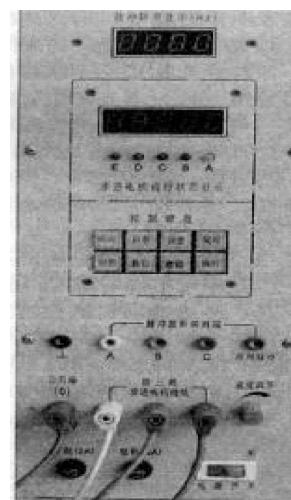

图 3-5 步进电动机控制箱
(1) 熟悉步进电动机控制箱面板控制键盘功能。步进电动机控制箱面板如图 3-5 所示,各控制键盘功能如下所述。
① 设置键: 用于手动单步运行方式和连续运行方式的选择。
② 拍数键: 用于单三拍、双三拍、三相六拍等运行方式的选择。
③ 相数键: 用于电动机相数(三相、四相、五相)的选择。
④ 转向键: 用于电动机正、反转选择。
⑤ 数位键: 用于预置步数的数据位设置。
⑥ 数据键: 用于预置步数位的数据设置。
⑦ 执行键: 用于执行当前运行状态。
⑧ 复位键: 由于意外原因导致系统死机时,按此键复位。